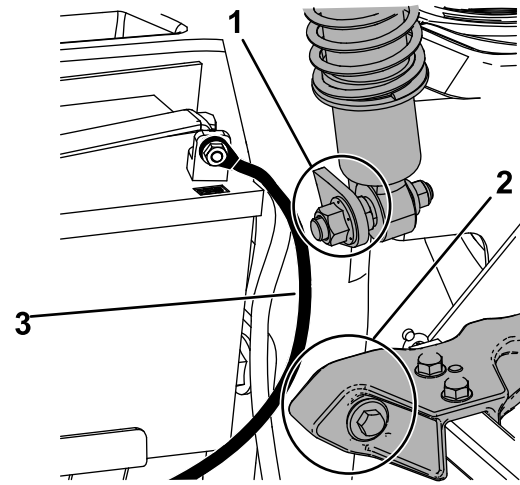

Figura 52
**Nota:** En máquinas MyRide, asegúrese de que el cable de tierra no roza contra el brazo arrastrado ni contra el soporte inferior del amortiguador (Figura 52).